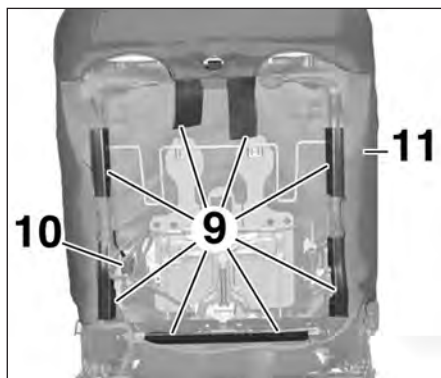

FIG.11
- les attaches (9) (Fig.11),
- le faisceau (10).
- Déposer le garnissage du dossier (11).